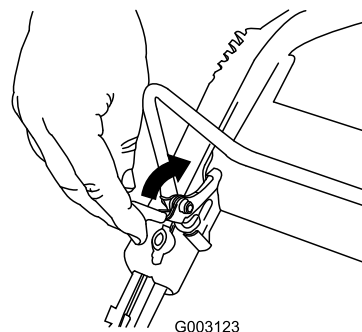

Figura 16
Per spegnere il motore, tenete premuto il pulsante di spegnimento del motore (Figura 16) fino allo spegnimento del motore.
1. Tirate indietro il dispositivo di bloccaggio della barra di comando (Figura 16).